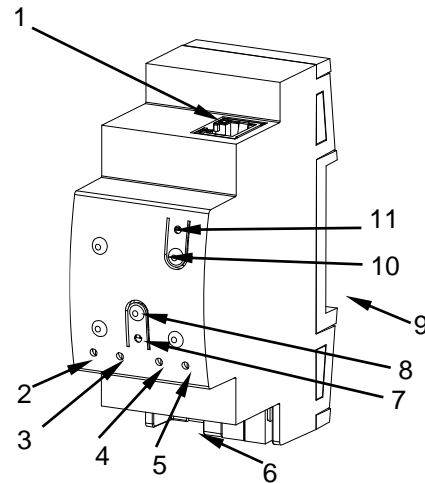

Figure 1 Diagramme des éléments
La Figure 1 montre un schéma avec tous les indicateurs LED et toutes les connexions nécessaires. Ce dispositif ne nécessite pas d'alimentation externe, il est alimenté par le bus KNX.
Pour que le dispositif entre en **mode de programmation**, il faudra presser le bouton de programmation (8) montré dans la Figure 1. Après un bref appui, la LED de programmation (7) s'éclairera en rouge.